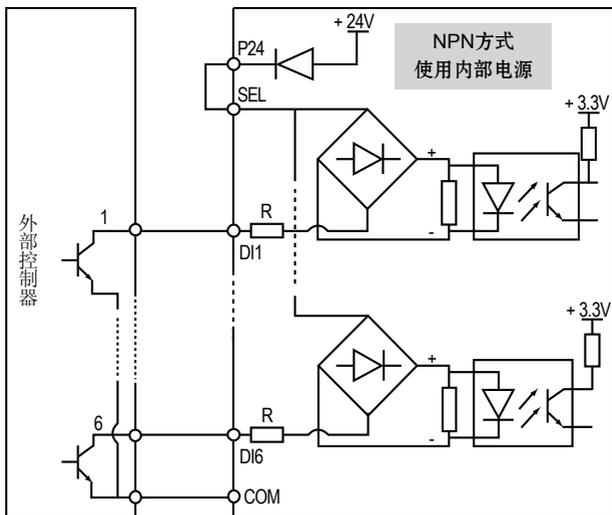

图 4-25 控制板使用内部 24V 电源时 NPN 型信号（源极）输入接线示意图
3. 控制板 DI1—DI6，使用驱动控制器内部的 24V 电源，外部控制器为 NPN 型的共发射极输出的连接方式，如图 4-25 所示。